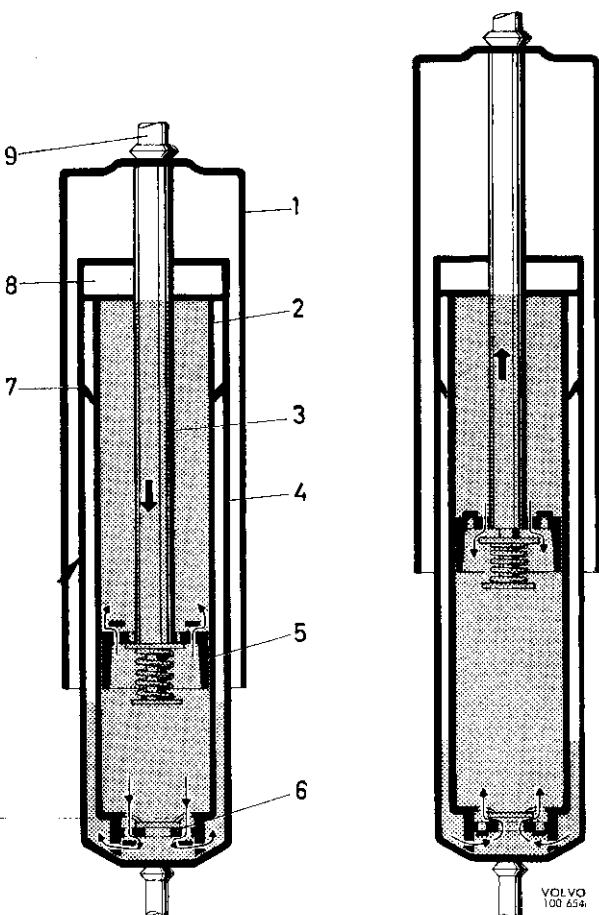

Fig. 7-6. Schokbreker, werking
De constructie van de schokbrekers laat Fig. 7-6 zien. De buitenste cilinder (1) dient alleen als een bescherming tegen stof en vuil. De andere twee cilinders (2) en (4) zijn concentrisch aangebracht, de één in de ander. De binnenste cilinder (2) is de eigenlijke werkcylinder waarvan de onderzijde voorzien is van een klep (6). In de binnenste cilinder bevindt zich een zuiger (5), waarin kanalen zijn geboord; de doorgang van de olie door deze kanalen wordt door kleppen geregeld.